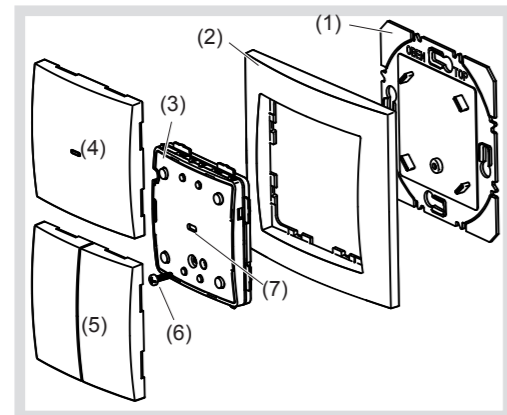

Figure 1 : composition de l'appareil
**Assemblage de l'appareil (Figure 1)**
- Coller ou visser la platine support (1) sur une surface plate ou la visser sur un boîtier d'encastrement. Le marquage Top/Haut doit être orienté vers le haut.